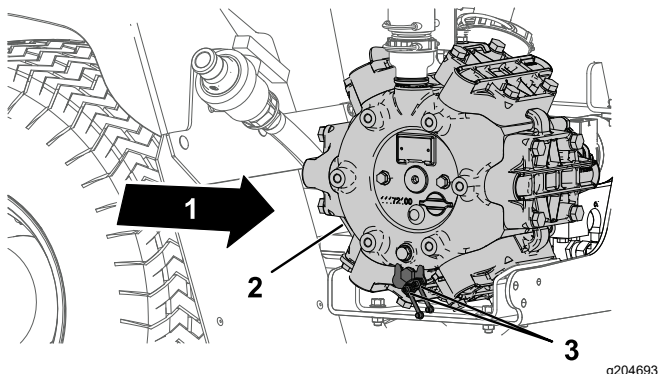

Figura 65
1. tergei cele 2 fittinguri de lubrifiere de la distanță (Figura 65).
2. Pompai lubrifiant în fittingul de lubrifiere de la distanță (Figura 65).